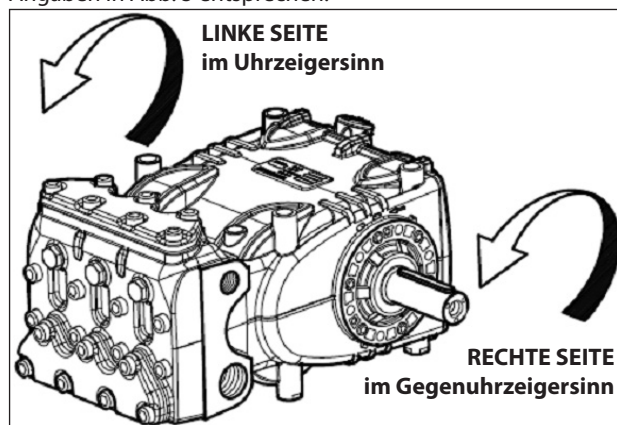

Abb. 5
Vor dem Pumpenkopf stehend muss die Drehrichtung den Angaben in Abb. 5 entsprechen.
**Hinweis** In Abb. 5 ist die rechte Pumpenausführung gezeigt.